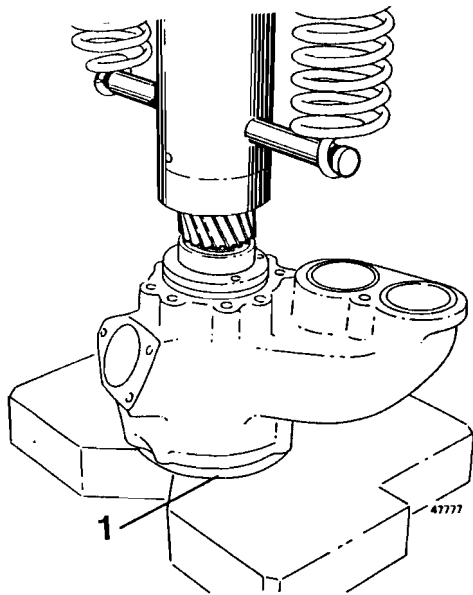

Fig. 249
- 17 Introducir el cojinete doble junto con el engranaje y el muñón, véase fig. 249.